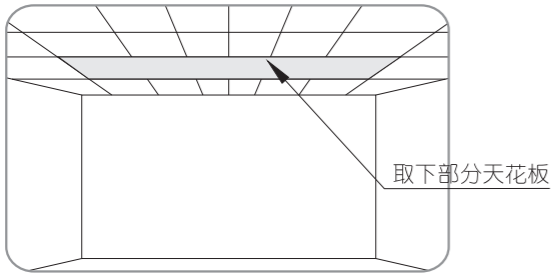
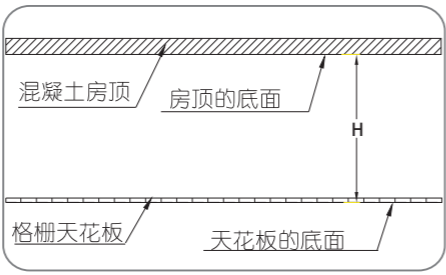

图 1
图 2
1. 选定安装银幕的位置，根据银幕所需安装空间，取下部分天花板（图1），准确测量混凝土房顶的底面到天花板的底面高度距离H（图2）。